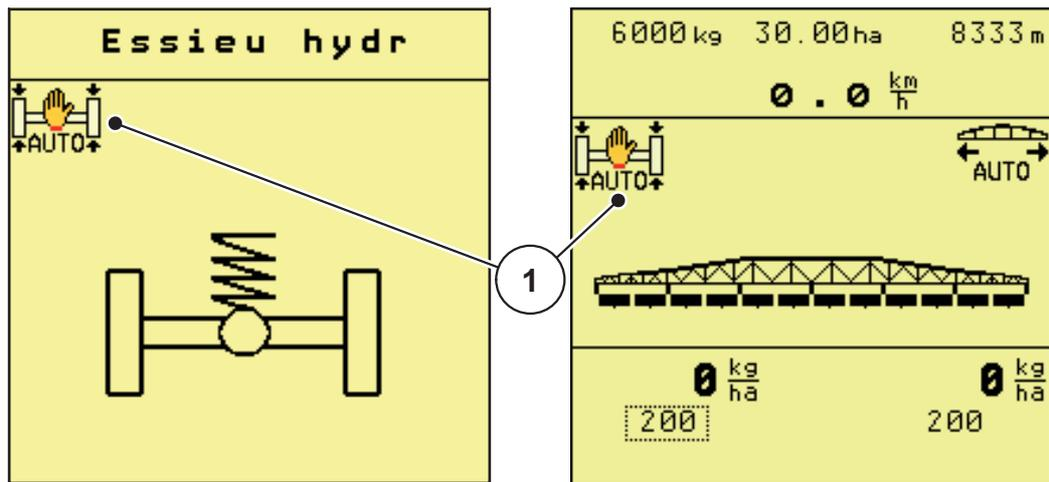

Figure 6.15 : Suspension automatique activée dans le menu Essieu hydr (à gauche) et sur l'écran de commande (à droite)
- ▶ Assurez-vous que le système hydraulique du tracteur et que le boîtier de commande soient branchés. (voir figure 6.15).